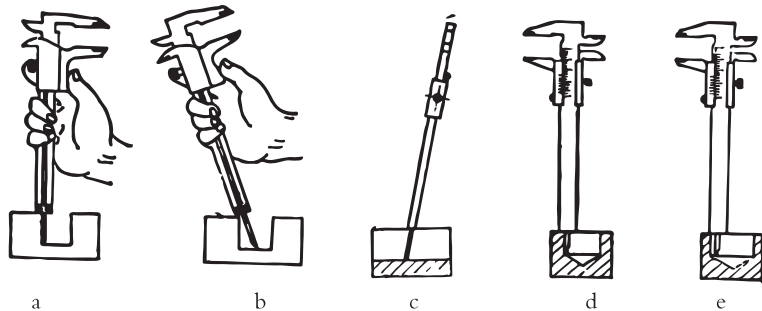

图2-22 用卡尺测量沟槽和孔深
3) 测量深度。测量孔深和槽深时，尺体应垂直于被测部位，不可前后、左右倾斜，尺体端部靠在基准面上，用手拉动游标量爪，带动深度尺测出尺寸（见图2-22）。